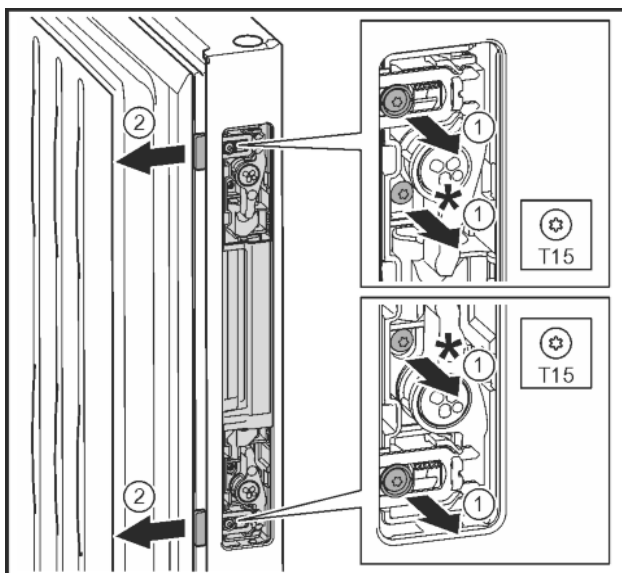

Fig. 35
- ▶ Wykręcić śruby wraz z szarą osłoną z tworzywa sztucznego przy pomocy śrubokręta T15 *Fig. 35 (1)*
- ▶ Wyciągnąć mocno zasuwę otwierania drzwi. *Fig. 35 (2)*